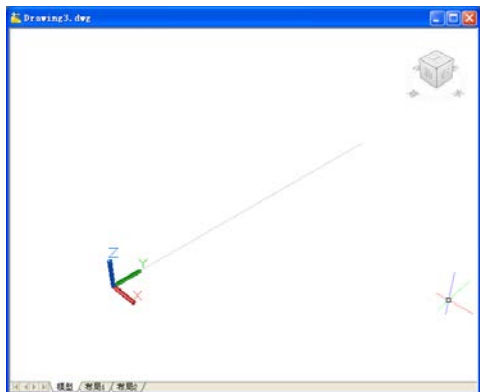

图 10.13 完成后的效果
- (5) 按回车键结束直线的绘制，放大显示图形，如图 10.13 所示。